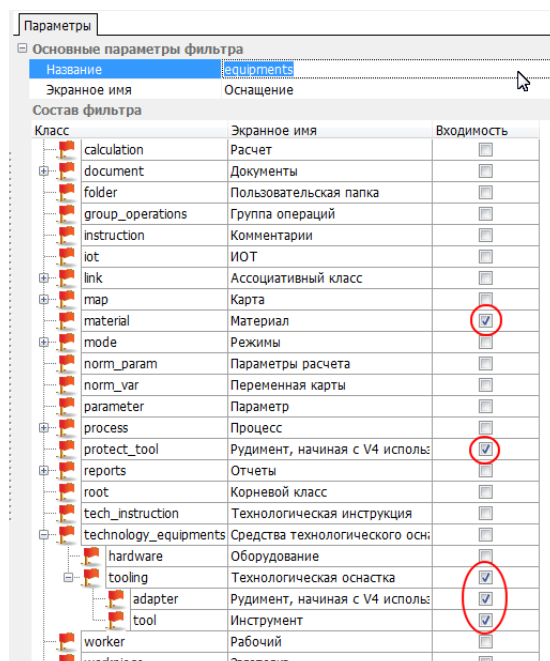

Рис. 10.21. Включение классов в состав фильтра
- на вкладке **Параметры** (Рис. 10.21) заполнить ячейки **Название** и **Экранное имя**. Имя фильтра должно состоять только из символов латинского алфавита. Экранное имя фильтра используется только в качестве комментария, заполнение этого поля необязательно. По умолчанию для нового фильтра задаётся имя *Filter*.